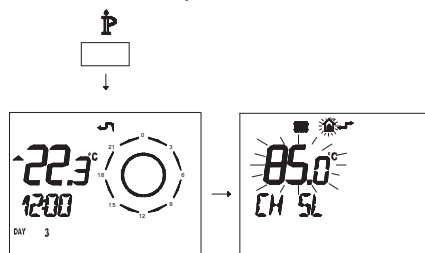

Рис. 5.31
Графики зависимости температуры от изменений, внесенных посредством кнопок 13 и 14, при коэффициенте **К 1,5**, представляет Рис. 5.31.
- Нажмите и удерживайте 3 секунды кнопку **P**, чтобы войти в режим **INFO** (Рис. 5.31).